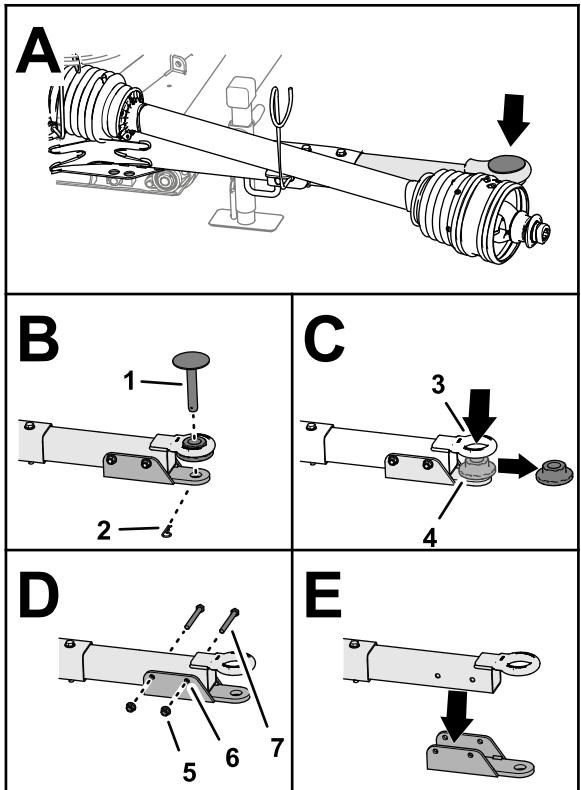

Figura 7
- Rimuovete la coppia che fissa il perno di traino alla barra di traino e rimuovete il perno di traino (Figura 7).
- Rimuovete la boccola flangiata dall'occhiello a cardine (Figura 7).
- Rimuovete i 2 dadi di bloccaggio flangiati e 2 viti a testa cilindrica che fissano la staffa del perno con testa alla barra di traino e rimuovete la staffa del perno con testa (Figura 7).